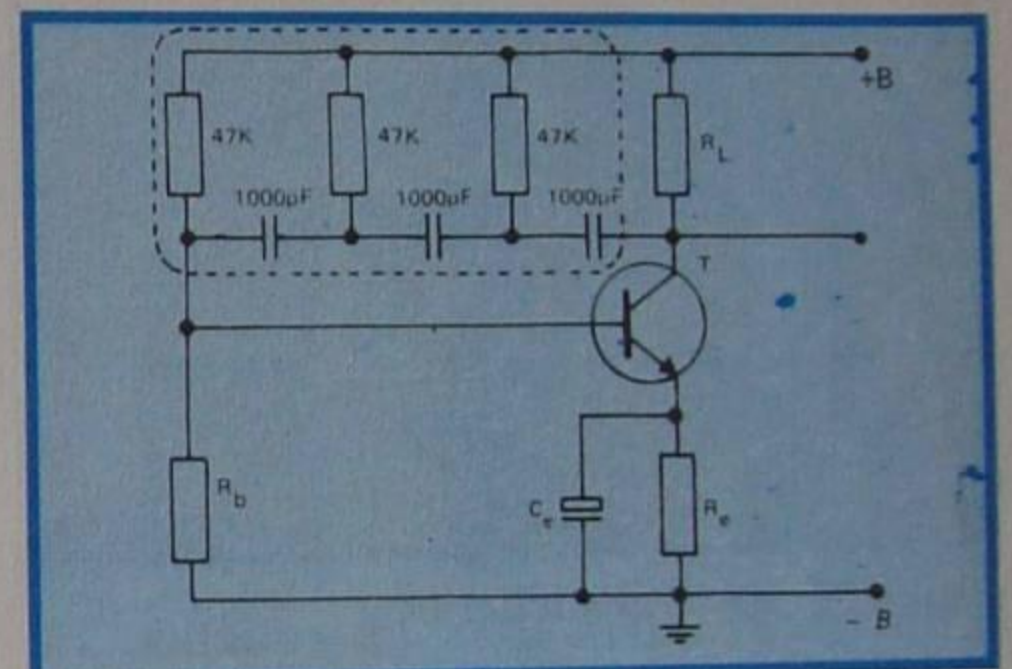

Figura 33 - Exemplo para cálculo.
**Observação:** As posições dos capacitores e dos resistores podem ser trocadas entre si, e o circuito continuar sendo um oscilador, mas, neste caso, isto é, colocando-se no esquema da figura 33 os resistores no lugar dos capacitores e vice-versa, a frequência de oscilação passa a ser dada pela fórmula: